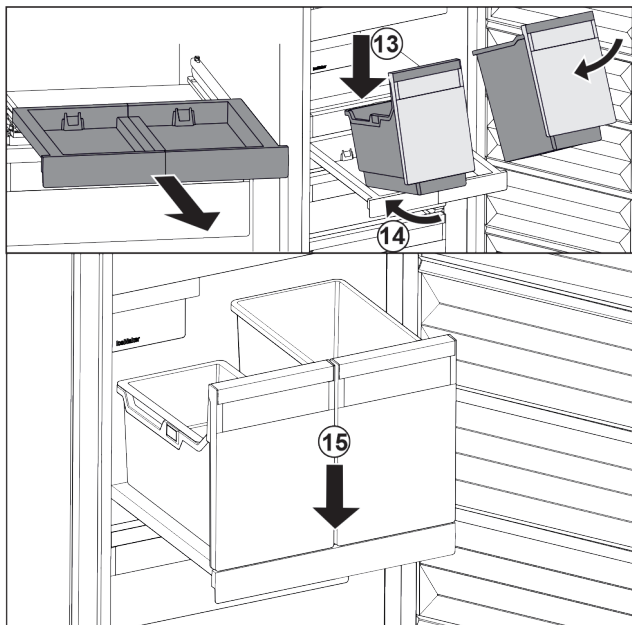

Fig. 123
- ▶ Helyezze ferdén a kihúzható rácsra a tárolókat. Fig. 123 (13)
- ▶ Tolja be ferdén hátra a tárolókat. Fig. 123 (14)
- ▶ Helyezze le a tárolók elejét. Fig. 123 (15)